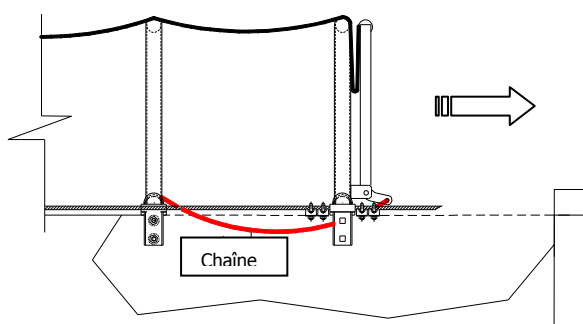

fig. 1
- Actionner la couverture (manuellement ou électriquement, selon la version) et couvrir la benne (fig. 1).